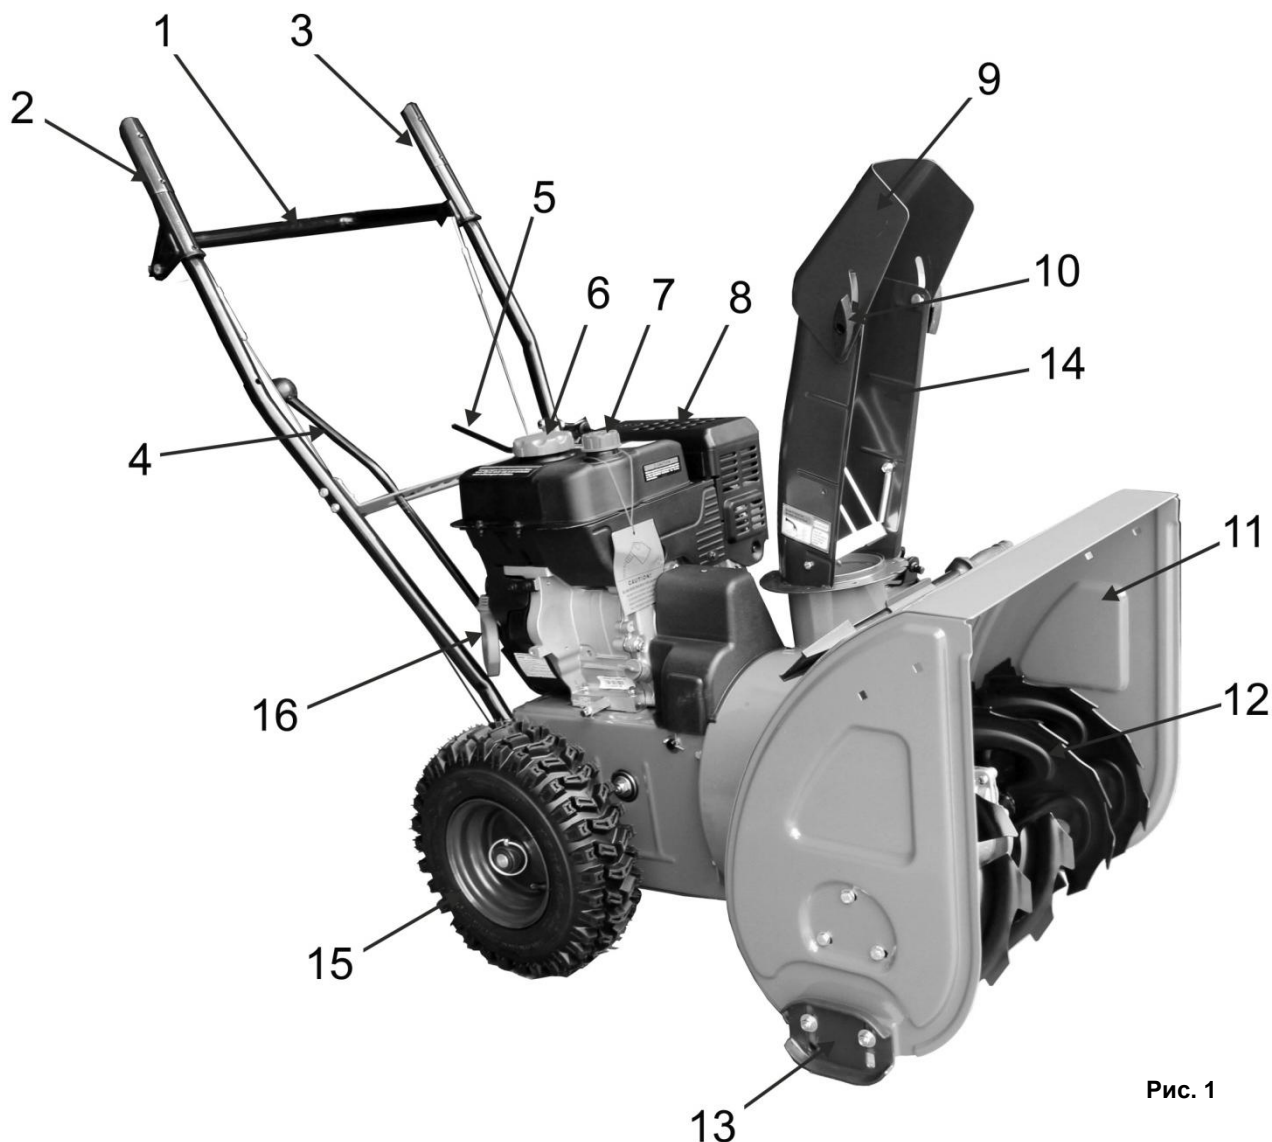
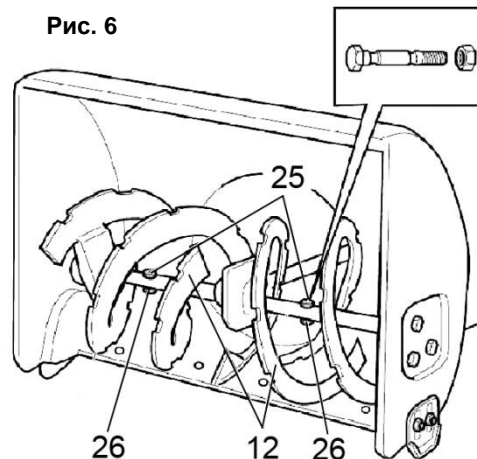
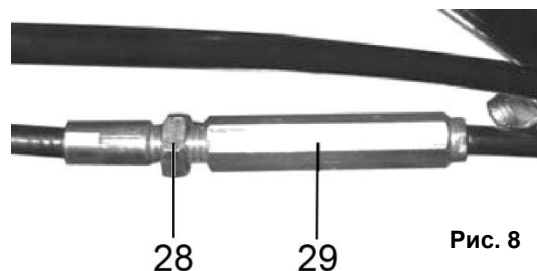

Рис. 1
**Рис. 5**
Рис. 8
- Снегоборщик вращением лопастей шнека (12)(См. Рис.1) убирает снежный покров с ровных площадей, и через снегоотвод (14) выбрасывает его в выбранную сторону.
- Шнек (12)(См. Рис.1) - винтовой механизм в виде стержня с наклонными лопастями, приводимый в действие двигателем. Шнек захватывает, и транспортирует снежную массу внутрь снегоборщика на вращающуюся крыльчатку (импеллер), далее снежная масса выбрасывается в необходимую сторону (влево или вправо), через поворачиваемый желоб (снегоотвод).
- Снегозаборник (11)(См. Рис.1) служит для захвата снега и направления его потока в рабочую зону снегоборщика (на шнек).
### **Рычаг привода колес (2)(См. Рис.1)**
- При нажатии рычага привода колес (2), включается система привода, и снегоборщик начинает движение.
- При отпускании рычага привода колес (2), привод отключается, и снегоборщик прекращает движение.
### **Рычаг привода шнека (3)(См. Рис.1)**
- При нажатии рычага привода шнека (3), включается система привода, и лопасти шнека (12)(См. Рис.1) начинают вращение.
### **Рычаг переключения скоростей (4)(См. Рис.1)**
- Для изменения скорости и направления движения: остановите снегоборщик и вращение шнека, переведите рычаг (4)(См. Рис.1) в соответствующее выбранному режиму движения положение.
- Установите желоб снегоотвода (14)(См. Рис.1) на выпускной канал импеллера.
- Установить в отверстие на рычаге управления (2; 3)(См. Рис.1) верхний Z-образный конец троса (22)(См. Рис.5).
- Закрутите на резьбу Z-образного хвостовика втулку троса (21)(См. Рис.5). Закрутите гайку (20) к втулке (21).
- Нижний конец троса со спиральной пружиной (23)(См. Рис.5) закрепите на натяжном кронштейне. Гайкой (24) отрегулируйте допуск троса.
- Установите/замените ограничительные башмаки (13) (См. Рис.1; 7) с каждой стороны снегозаборника.
- Рычаги приводов колес и шнека (2) и (3) должны прижиматься к рукояткам руля управления (1) (См. Рис.1) без чрезмерных усилий.
- Проверьте работу рычагов (2) и (3) (См. Рис.1) привода колес и шнека.
- Рычаги (2) и (3) привода колес и шнека должны полностью прижиматься к рукоятке управления. Если этого не происходит, значит, тросики перетянуты, и их необходимо ослабить.
- Отрегулируйте приводные тросы с помощью резьбовой втулки (29) (См. Рис.8), расположенной в средней части троса.
- Для натяжения тросика: ослабьте гайку (28), а затем переместите резьбовую втулку (29) вверх и затяните гайку (28) (См. Рис.8) до втулки.
- Для ослабления тросика: ослабьте гайку (28) и переместите резьбовую втулку (29) вниз и затяните гайку (28) до втулки.